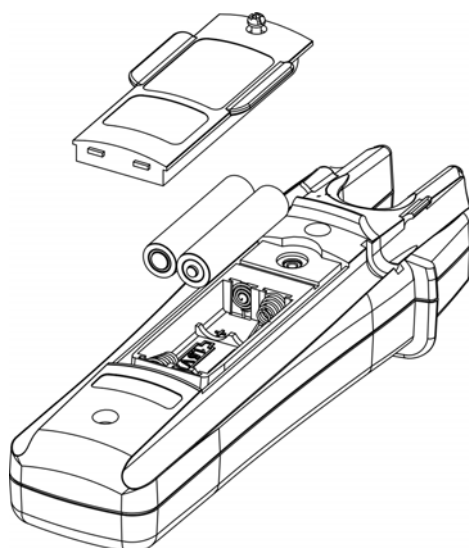

Fig. 8: Sustitución de las pilas
4. Quite las pilas de su conector cuidadosamente (ver Fig. 8)